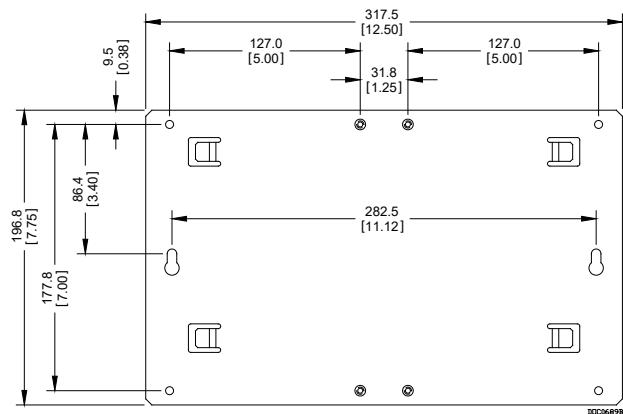

Figura 5. Dimensiones del panel
- Unidad principal con estante de expansión montada sobre el panel del adaptador.** Colóquela según lo deseé en la placa de montaje de la carcasa y ubique los orificios de montaje en la placa con el conjunto del FB107 como plantilla. Vea la *Figura 5* para obtener las dimensiones del panel del adaptador. Perfore y rosque orificios de montaje en la placa con una rosca de 8-32 UNC. Coloque el conjunto del FB107 sobre las ubicaciones roscadas y conecte la placa con los cuatro tornillos de 8-32 UNC x 1,00 pulg provistos. Ajuste los cuatro tornillos de montaje en un par de 1,1 a 1,4 N·m aproximadamente.